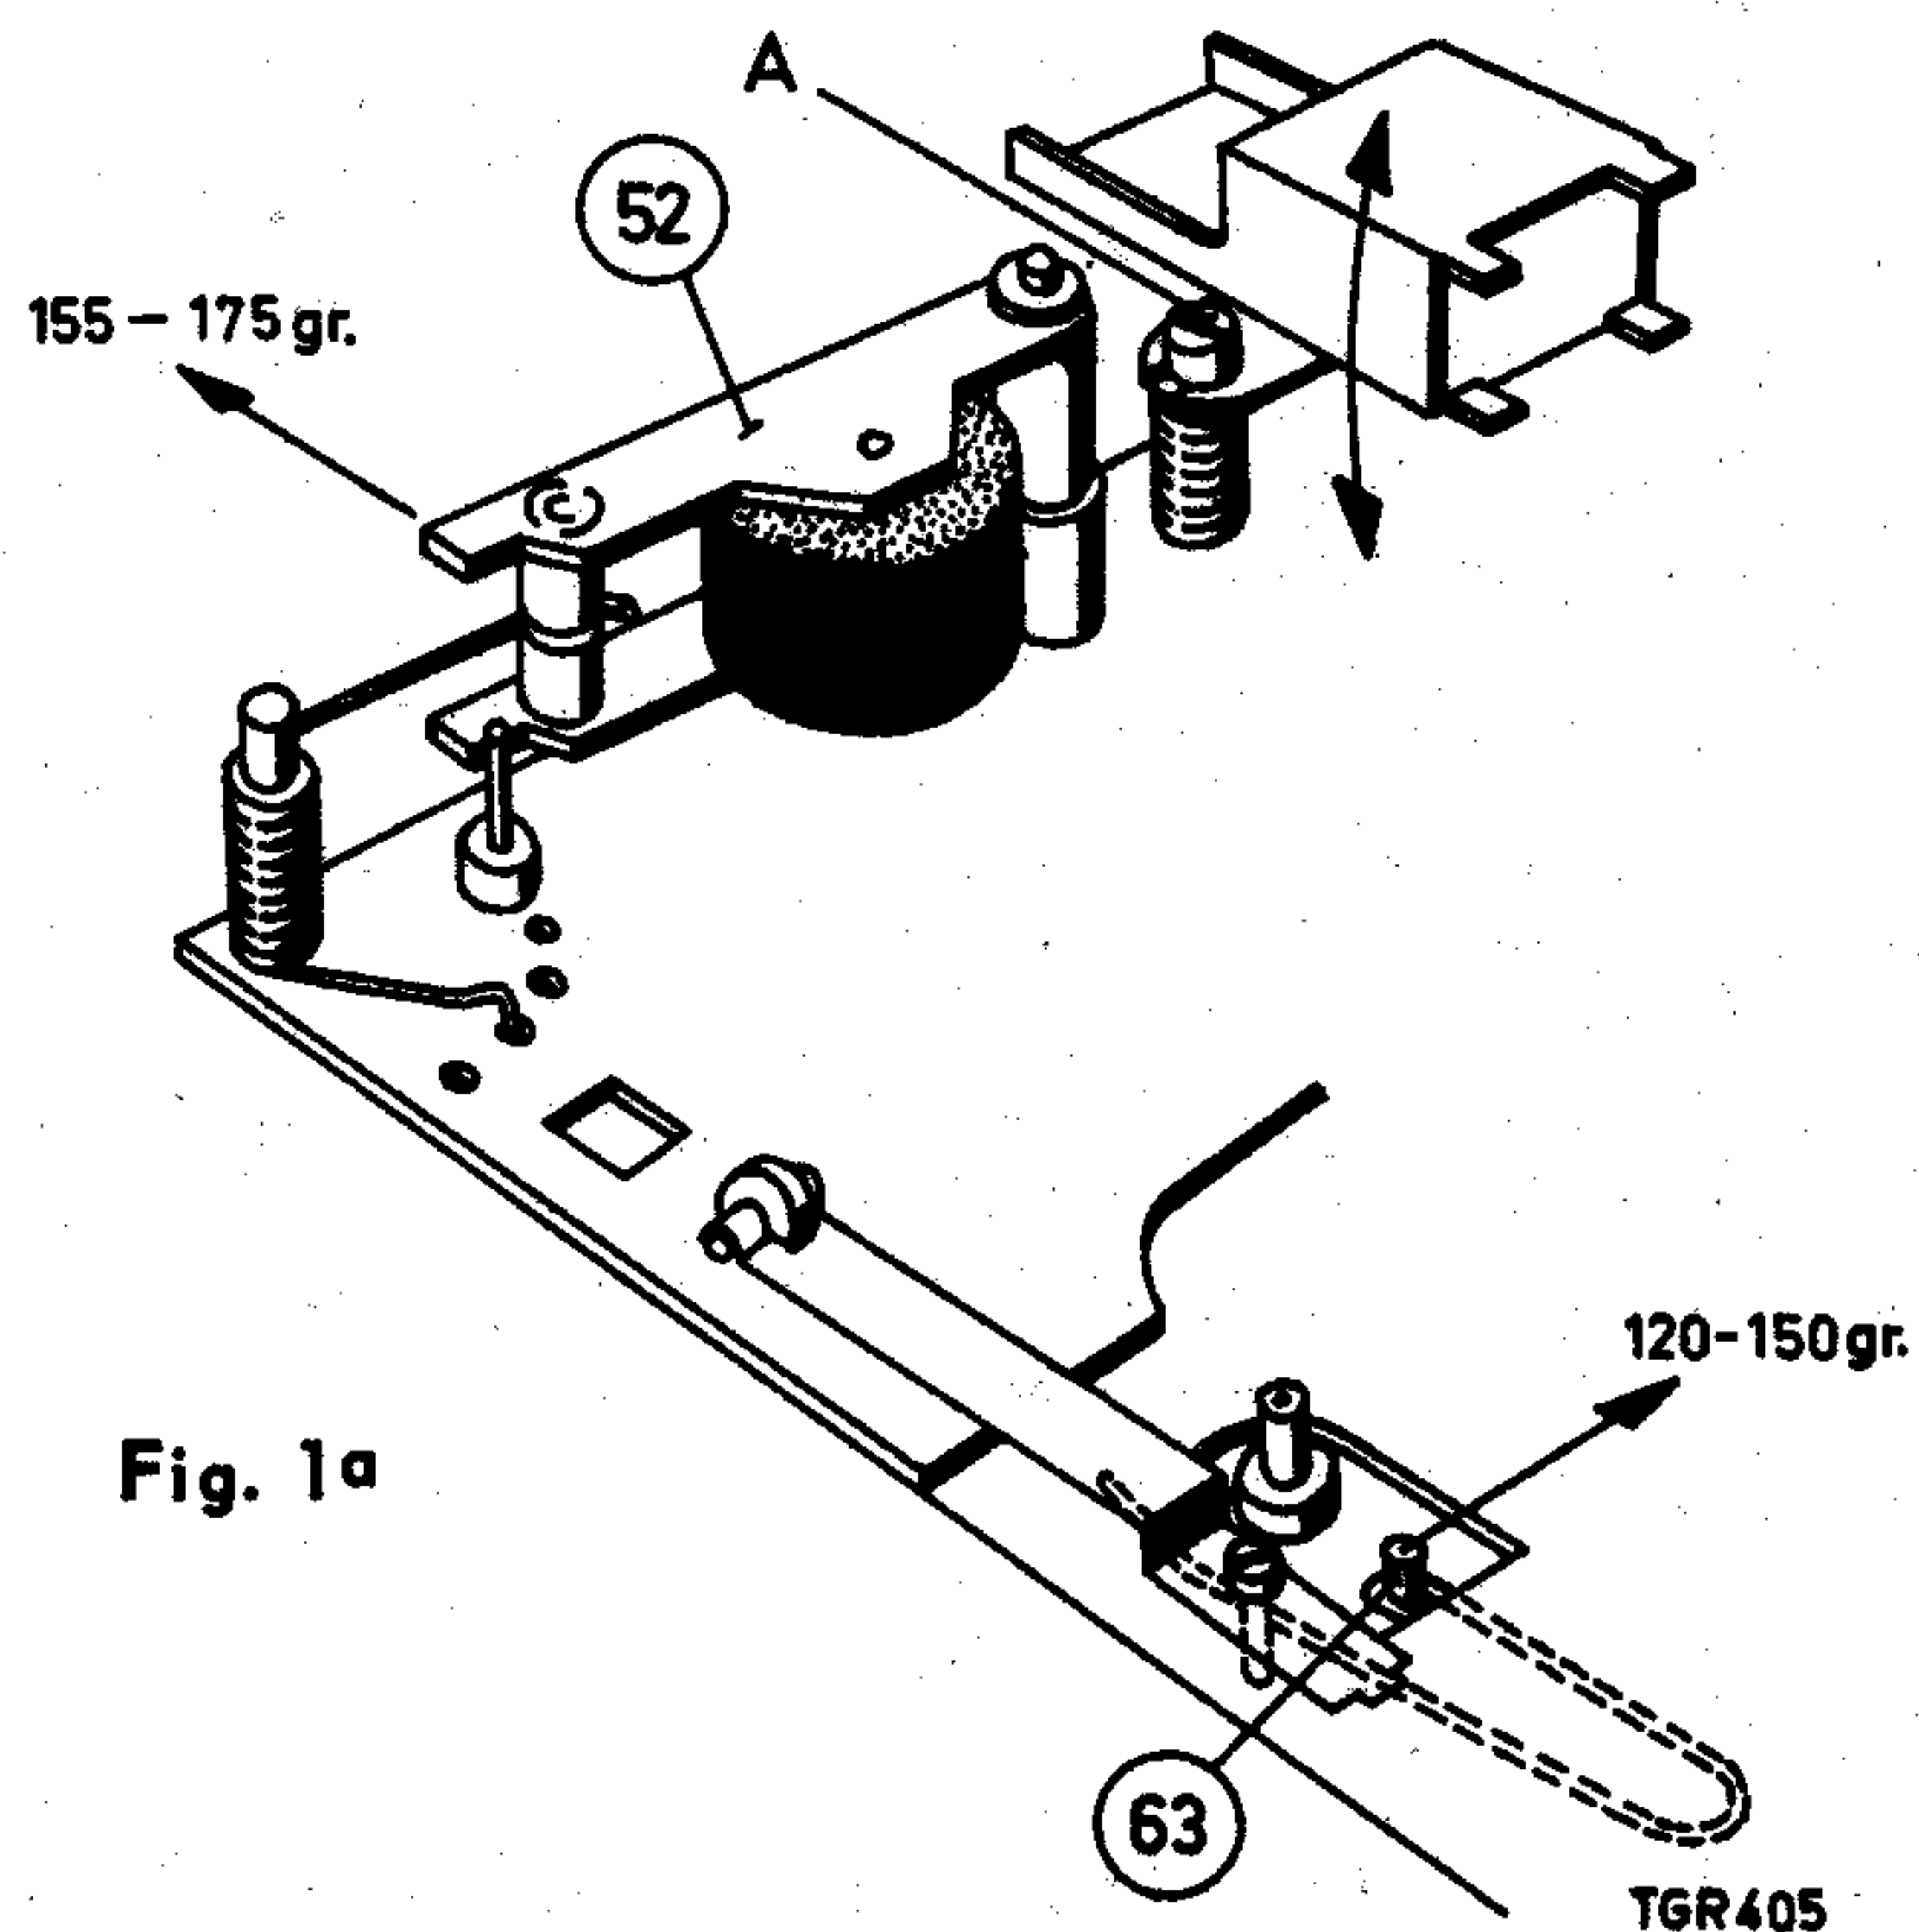

Fig. 1a
- 4) Régler à la tension de sortie maximale à l'aide de la vis A (fig. 1a).
- 2) A l'aide d'un dynamomètre, mesurer la traction nécessaire pour dégager le galet presseur du cabestan. Cette force doit être située entre 155 et 175 g. Le réglage peut être ajusté en déplaçant l'extrémité du ressort 54 dans les ouvertures prévues à cet effet (fig. 1a).
- 2) La pression du galet d'entraînement exercée contre le plateau de bobine droit doit se situer entre 120 et 150 g. (fig. 1a). Cette pression peut être réglée en cambrant légèrement le ressort à fil situé au-dessous du levier du galet d'entraînement.